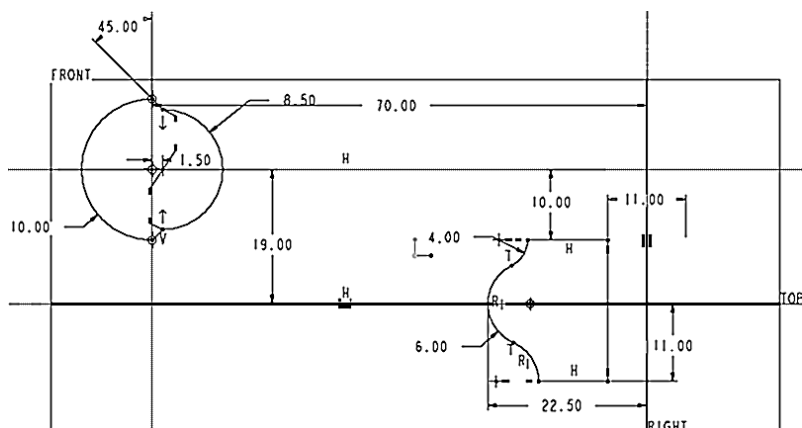
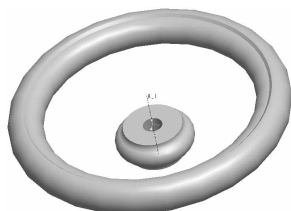

Рис. 16.127. Контуры (сечения) базовых элементов модели маховика
Рис. 16.128. Базовые элементы
1. Начальные действия по формированию новой модели повторяют п. 1–6 раздела 16.1.1. Базовый элемент создается операцией вращения  замкнутого контура вокруг предварительно нарисованной геометрической оси, совпадающей с плоскостью Right, на  $360^\circ$ . Эскиз состоит из двух несвязанных замкнутых контуров, которые строятся в плоскости Front. Для этого вначале проводят четыре вспомогательные оси () , две из которых совпадают с базовыми плоскостями Right и Top, а две другие проведены параллельно первым на расстояниях соответственно 70 и 19 мм (рис. 16.127). Далее непосредственно формируются контуры с параметрами, приведенными на рисунке. После этого можно выйти из режима создания эскиза  и завершить  операцию (рис. 16.128).